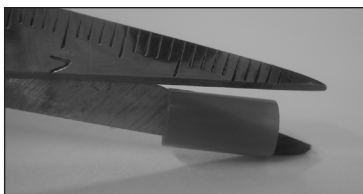

Abb.: 35
2.7.2 Zum Ausschalten müssten wir unseren Bausatz liegend lagern. Das ist aber etwas unbequem. Wir nehmen daher einen Kunststoffstrohhalm und schneiden ein 1cm langes Stück ab (Abb.: 35). Dieses Stück schneiden wir auf einer Seite der Länge nach durch.